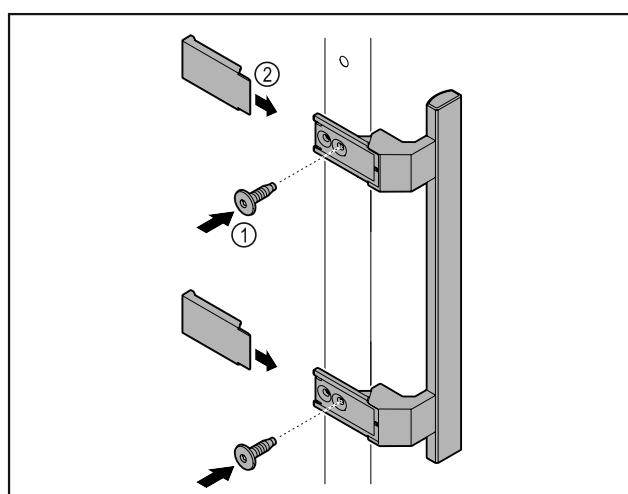

Fig. 5
- Fijar el tirador del empaque adicional a la puerta con los tornillos suministrados Fig. 5 (1).
- Colocar la cubierta Fig. 5 (2).